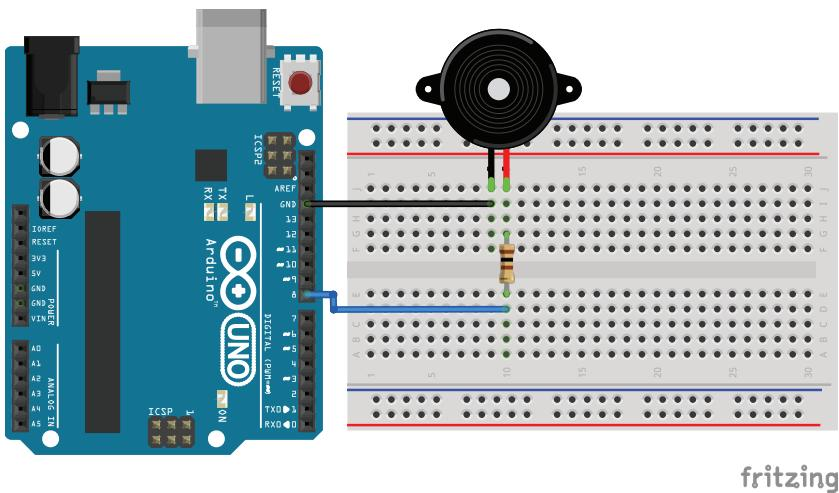

Рис. 10.1. Схема подключения пьезоизлучателя к Arduino
Самым простым вариантом генерации звука является использование пьезоизлучателя. Пьезокерамические излучатели (пьезоизлучатели) – электроакустические устройства воспроизведения звука, использующие обратный пьезоэлектрический эффект – возникновение механических деформаций под действием электрического поля. Пьезоизлучатели бывают двух типов – со встроенным генератором и без. Пьезоизлучатели со встроенным генератором излучают фиксированный тональный сигнал сразу после подачи на них номинального напряжения. Они не могут воспроизводить произвольного сигнала. Их обычно используют для простого звукового оповещения. Если требуется проиграть мелодию, то используют пьезоизлучатели без встроенного генератора и генерируют сигнал отдельно. В эксперименте мы используем пьезоизлучатель без встроенного генератора. Схема подключения пьезоизлучателя показана на рис. 10.1.
- Подключаем пьезоэлемент к плате Arduino по схеме на рис. 10.1.
3. После загрузки скетча слушаем мелодию на монтажной плате (рис. 10.1).